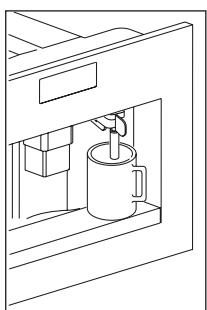

Abb. 12
- Stellen Sie einen Behälter unter den Heißwasserauslauf. (Abb. 12).